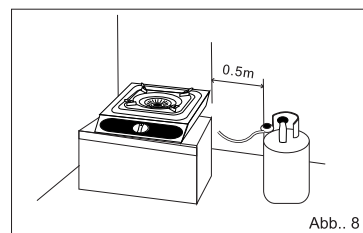

Abb.. 8
- Die Gasflasche sollte mindestens 0,5m vom Gaskocher entfernt stehen. (Abb.8)